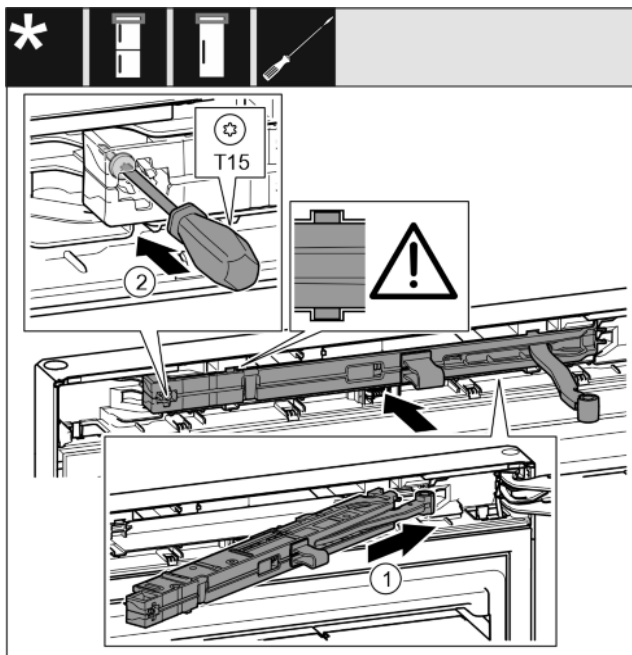

Fig. 38
- ▶ Вставьте узел амортизатора в выемку со стороны опорного кронштейна под наклоном до упора. Fig. 38 (1)
- ▶ Затяните винт отверткой T15. Fig. 38 (2)